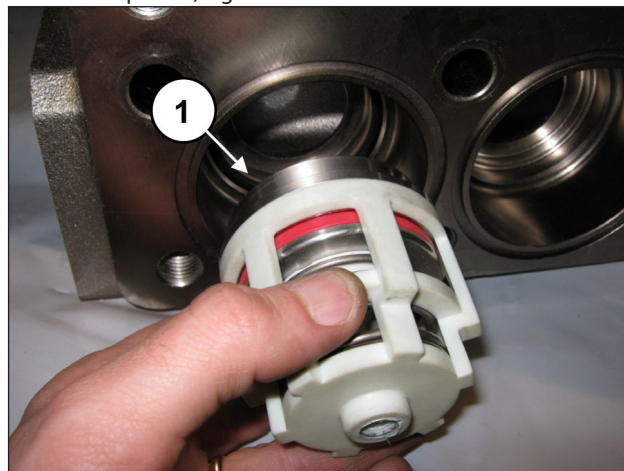

Fig. 151
Introducir el grupo de la válvula de aspiración (pos. ①, Fig. 151).